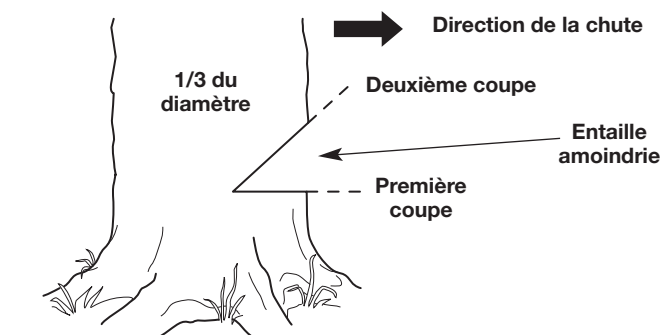

Fig. 12
1. Faites une coupe horizontale dans le tronc de l'arbre (Fig. 12). La coupe doit être environ du tiers du diamètre de l'arbre et près du sol. Pour éviter que le guide-chaîne ne soit pincé par le poids du bois, faites toujours cette coupe en premier.
2. Faites une coupe de 45° dans le tronc de l'arbre, par-dessus la première coupe (Fig. 12). Continuez la coupe jusqu'à ce que les deux entailles se rencontrent.